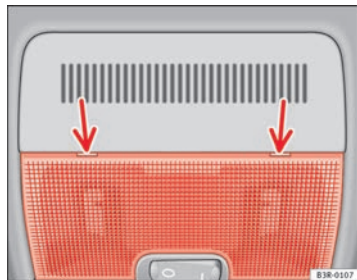

Fig. 83 Dettaglio del rivestimento del tetto: Punto di contatto del cacciavite
- Applicare con cautela la parte piatta di un cacciavite (kit degli attrezzi di bordo) alla parte posteriore della copertura in plexiglas della plafoniera ⇒ fig. 83.